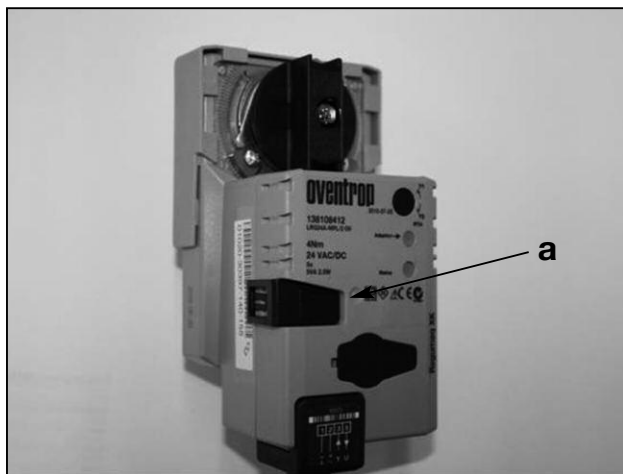

Bild 4: Quittiertaste
– Durch Drücken der Quittiertaste **a** ist der Stellmotor ausgekuppelt, in dieser Position ist Verstellung des Antriebes von Hand möglich, siehe Bild 4.